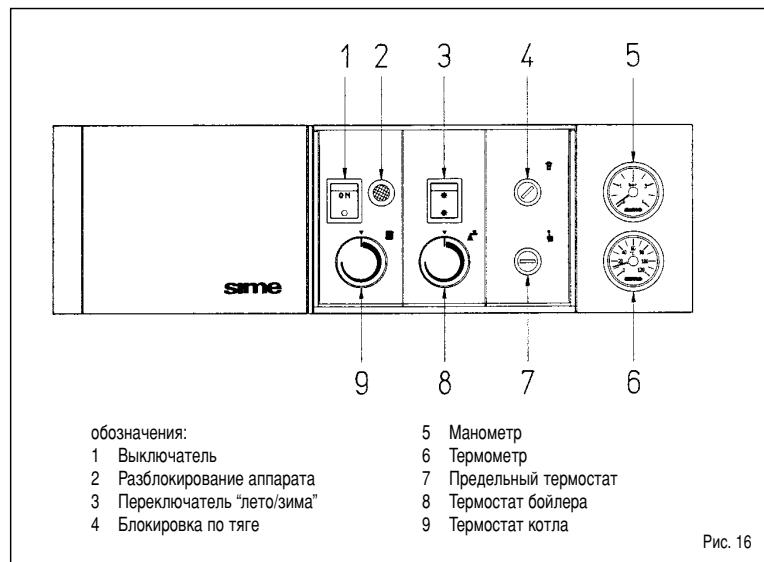

Рис. 16
5.1 Включение котла (рис. 16)
5.2 Регулирование температуры отопления (рис. 16)
5.3 Регулирование температуры воды (рис. 16)
5.4 Повторный запуск (рис. 16)
5.5 Выключение котла (рис. 16)
Обеспечивает безопасность в случае утечки дыма по причине плохой работы или засорения дымовой трубы (4, рис. 16). Дымовой термостат блокирует работу газового клапана, если количество дыма становится опасным.
Периодически проверять уровень давления в холодном аппарате (1 -1,2 бар). Если давление ниже 1 бар, восстановить его, после чего убедиться, что кран закрыт. Если давление превышает требуемые параметры, снизить его, вращая воздухоотводчик любого радиатора (рис. 16 и 18).